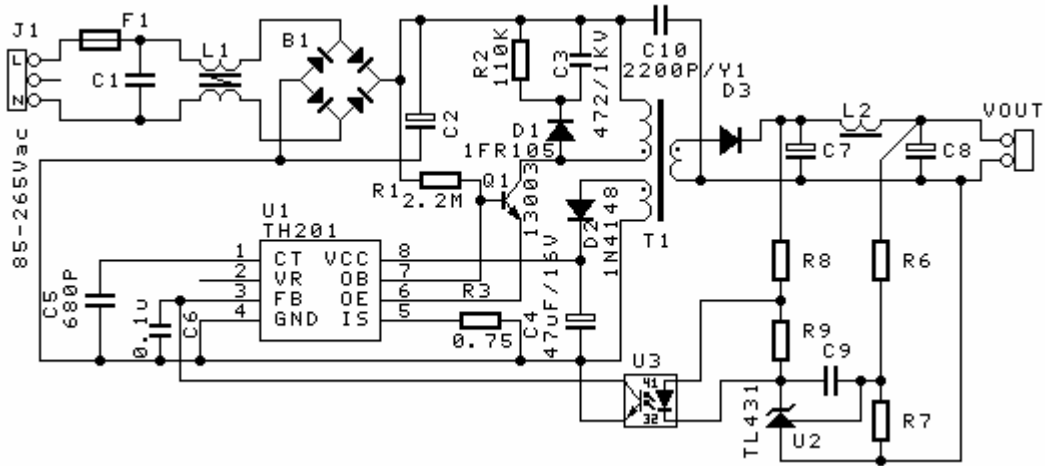

图 3、18W 开关电源
- 电源启动电流选择 0.5-3mA，功率管的放大倍数可按 10 计算，则启动电阻（如图 3、图 4 的 R1）选择应保证电源启动时功率管基极电流为 0.05-0.3mA，因此，可 10 倍减少启动电阻的功耗，降低了待机功耗；
- 图 3、图 4 中 C5=680pF，最高工作频率约 60KHz；
- 开关变压器（图 3、图 4 的 T1），参考绕组整流输出 4.8-9V（推荐 6V）为 TH201 提供工作电源；
- 电源功率管选择：如最大峰值电流 0.8A，考虑 OB 开电流则功率管 β 值应达 10@5V_{ce}@0.8A，对应检测电阻（图 3、图 4 的 R3）为 0.75 欧姆；任意电流情况下，功率管应工作在饱和区，检测电阻为 0.6V/最大峰值电流；
- 例一（图 3），18W 开关电源，输出电压由 R6、R7 分压比决定，但需考虑开关变压器 T1 变比。